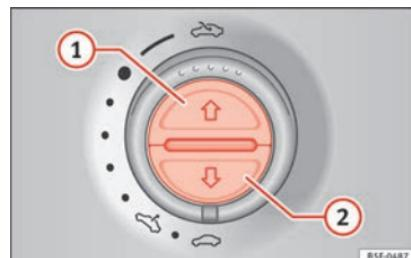

Fig. 141 Dans le ciel de pavillon : touches du store pare-soleil.
Ouvrir entièrement (fonction automatique)	Appuyez brièvement sur la touche »» fig. 141 ① .
pincement, appuyez sur la touche »» **fig. 141**  jusqu'à ce que le store soit complètement fermé.